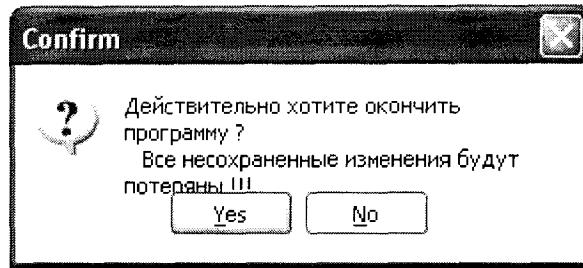

Рис.15 – Панель «Confirm»
7.3.4.34 Закрыть программу «BA Control» (выбрать Файл > Конец), появится панель «Confirm (Подтверждение)», смотри рисунок 15.